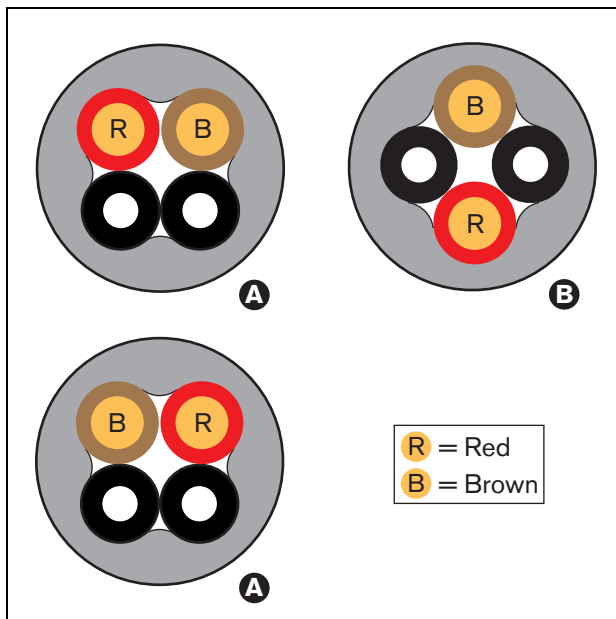

Abbildung 30.5: Kabeltypen
- Kabel des Typs A: Die Glasfasern sind nebeneinander angeordnet (siehe Abbildung 30.5, in dem beide Kabelenden zu sehen sind).
- Kabel des Typs B: Die Glasfasern sind gegenüberliegend angeordnet (siehe Abbildung 30.5, beide Kabelenden sind identisch).